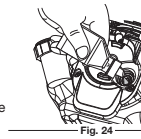

Fig. 23
- Versez l'huile de l'orifice de remplissage dans un récipient en inclinant l'appareil à la verticale (Fig. 23). Allowez assez de temps pour une vidange complète.